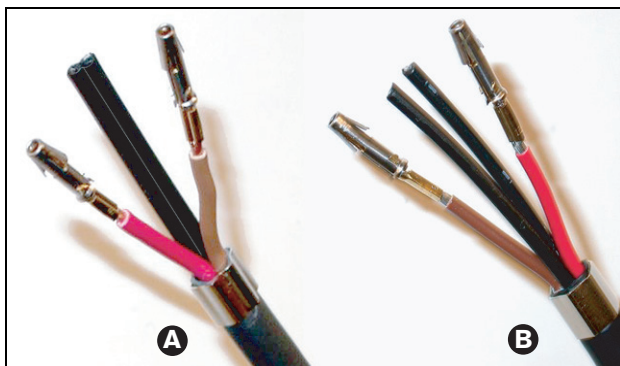

figure 30.15: Montage des contacts de connecteur
- 12 Répétez les étapes 10 et 11 pour l'autre fil de cuivre dénudé. Voir figure 30.15 pour le résultat de cette partie de la procédure de montage câble-connecteur.